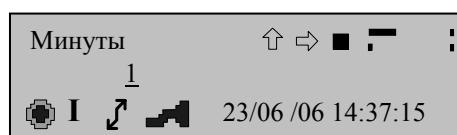

Рисунок 10
- нажимая кнопку управления ПРОСМОТР, ввести первый символ пароля (вместо тире появится цифра при активированной пиктограмме «Вверх» или буква латинского алфавита при активированной пиктограмме «Вниз») (рисунок 10);